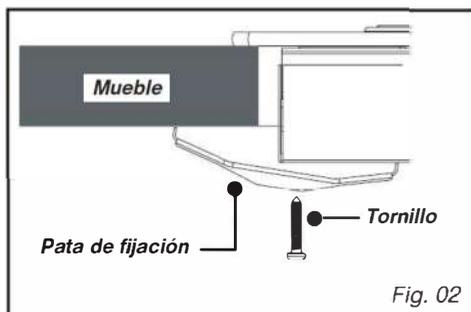

Fig. 02
– Para cerciorarse de la estanqueidad entre el cárter y el plano de trabajo, pegue la junta de espuma en el perímetro exterior del cárter (Fig. 02).
– Si lo desea, puede inmovilizar la placa por medio de las patas de fijación suministradas con sus tornillos (Fig. 02) que se fijan en las esquinas del cárter. Utilice obligatoriamente los agujeros previstos a tal efecto según el dibujo de arriba (Fig. 01).